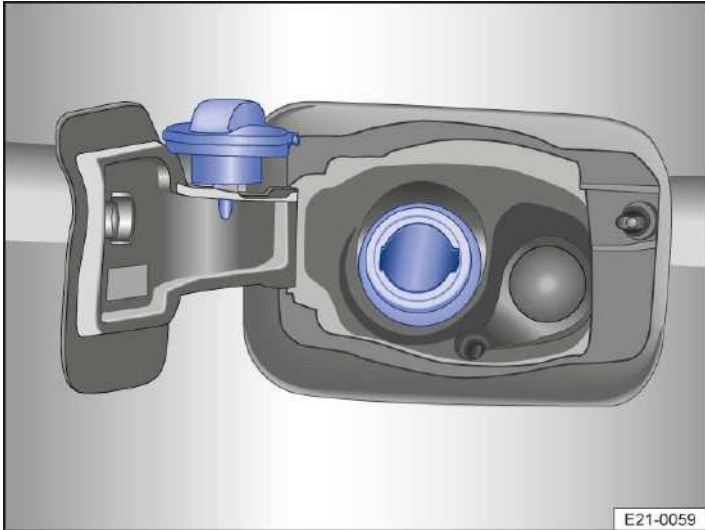

Abb. 1 Hinter der Tankklappe:
4. Tankverschluss herausdrehen und in die vorgesehene Öffnung an der Tankklappe stecken → *Abb. 1*.